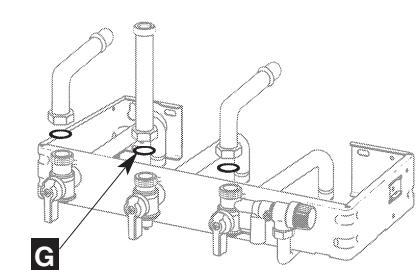

Fig.10
- mettre en place le joint **G (caoutchouc) sur le gaz** et serrer les raccords des tubes de liaison en commençant par le tube gaz (fig. 10)